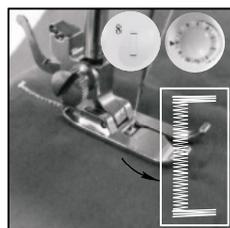

Рисунок 19
4. Выберите схему стежка № 8, затем включите переключатель и прошейте 5-6 стежков на низкой скорости, затем выключите переключатель (рис. 19).